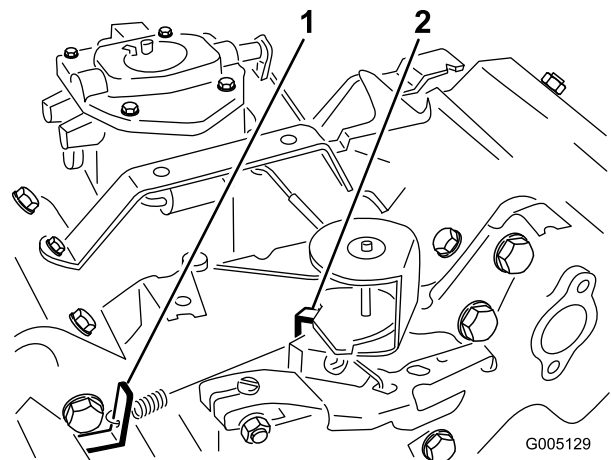

Bild 36
3. Biegen Sie den Anker-Federmitnehmer (Bild 36), um eine Leerlaufgeschwindigkeit von 1650 ± 100 U/min zu erzielen. Prüfen Sie die Motordrehzahl mit einem Drehzahlmesser.
5. Stellen Sie den Gasbedienungshebel auf Schnell". Biegen Sie den Federankernnehmer in der Vollgaseinstellung (Bild 36), bis Sie eine Vollgasdrehzahl von 2800 ± 50 U/min realisieren.